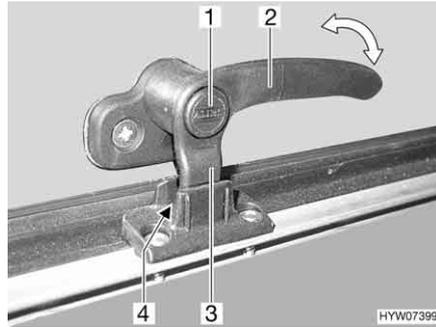
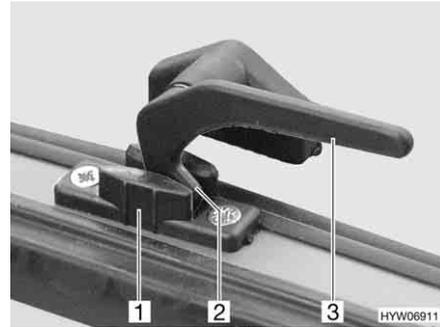

Bild 55 Verriegelungshebel mit Sicherungsknopf in Stellung "Dauerbelüftung"
Bild 56 Verriegelungshebel in Stellung "Dauerbelüftung"
- in Stellung "Dauerbelüftung" (Bild 55 und Bild 56)
- Wenn vorhanden, Sicherungsknopf (Bild 55,1) drücken und gedrückt halten.
- Den Verriegelungshebel (Bild 55,2 oder Bild 56,3) eine viertel Umdrehung zur Fenstermitte hin drehen.
- Den Verriegelungshebel wieder zurückdrehen. Die Verriegelungsnase (Bild 55,3 oder Bild 56,2) am Verriegelungshebel dabei in die Aussparung der Fensterverriegelung (Bild 55,4 oder Bild 56,1) einfahren.
- Wenn vorhanden, Sicherungsknopf (Bild 55,1) loslassen.